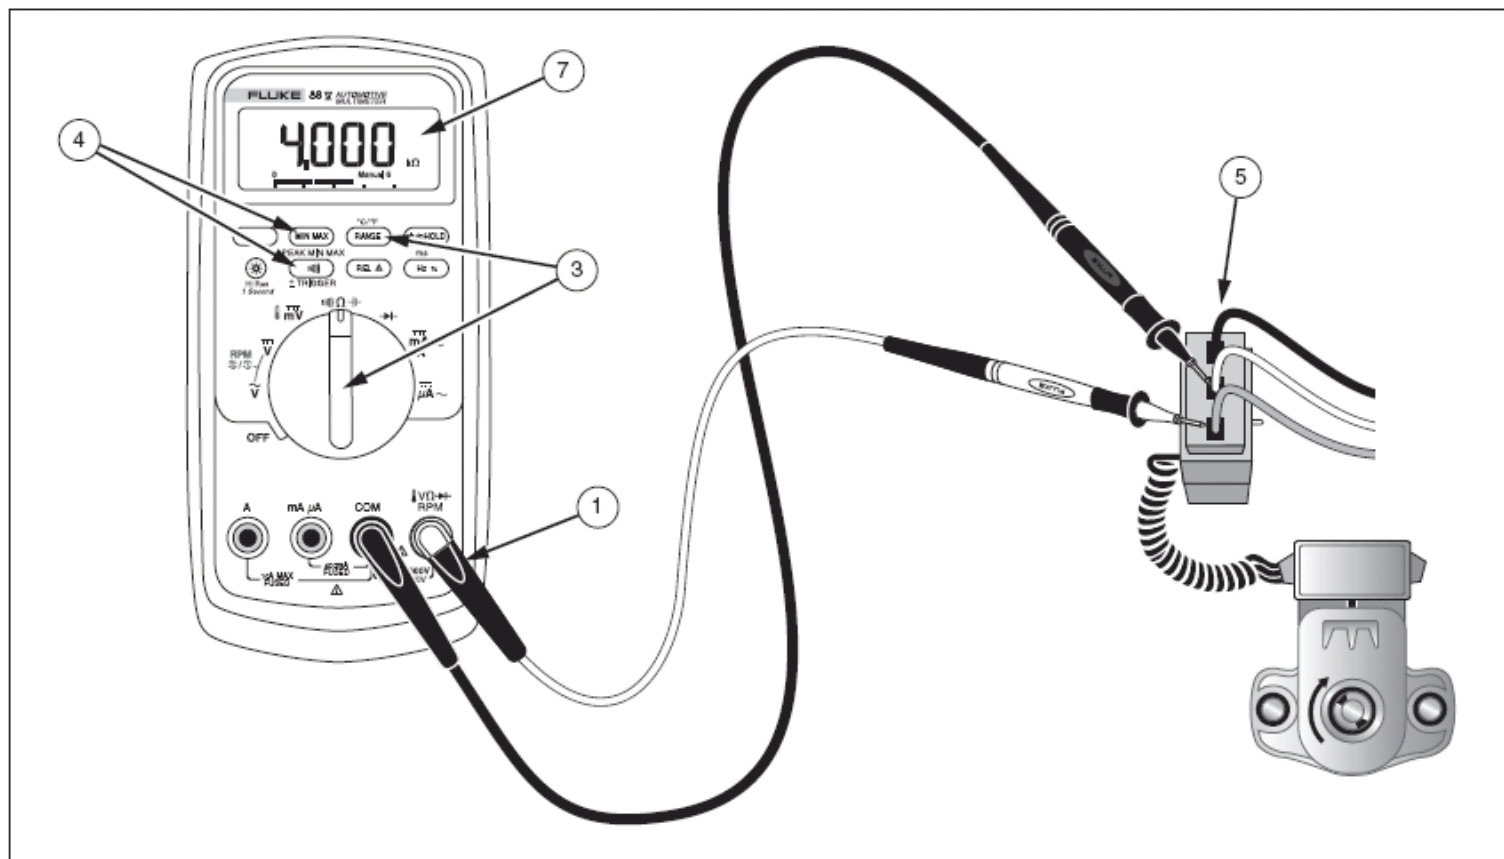

图 16.减速传感器电阻测试
1. 如图 16 所示把测试导线接在输入端子上。
5. 如图 16 所示连接测试导线。
1. 如图 16 所示, 把测试导线接在输入端子上。
4. 如图 16 所示连接测试导线